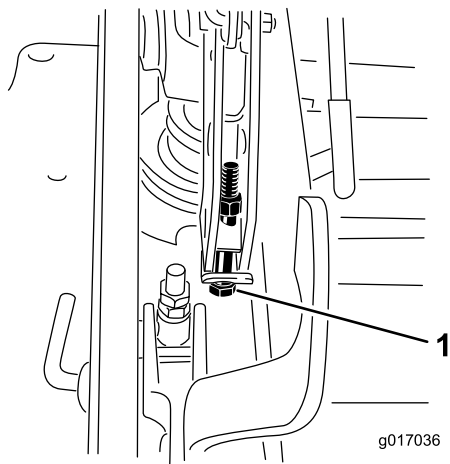

Figura 102
13. Se il piatto è troppo basso, serrate il bullone di regolazione da un punto unico ruotandolo in senso orario. Se il piatto è troppo alto, allentate il bullone di regolazione da un punto unico ruotandolo in senso antiorario (Figura 102).
14. Serrate i 2 bulloni alla base della piastra dell'altezza di taglio (Figura 102).